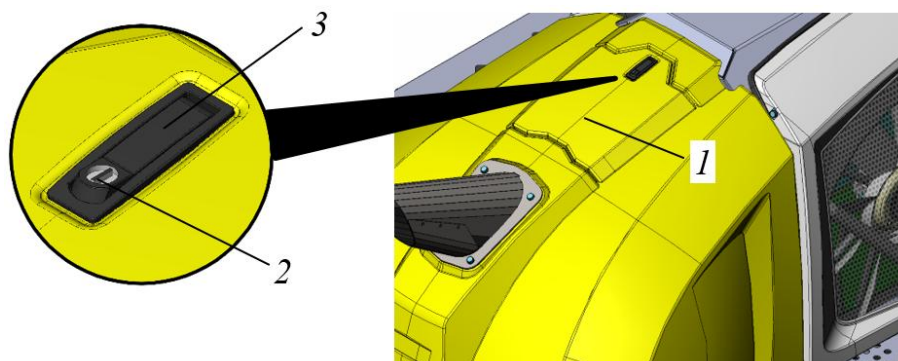

Рисунок 5.41. Процедура открытия лючка капота моторного отсека
Маслоналивная горловина гидравлического бака размещена под лючком капота моторного отсека, см. поз. 1 рис. 5.41. Для открытия лючка необходимо:
- ▶ Закрыть лючок капота 1, рис. 5.41.